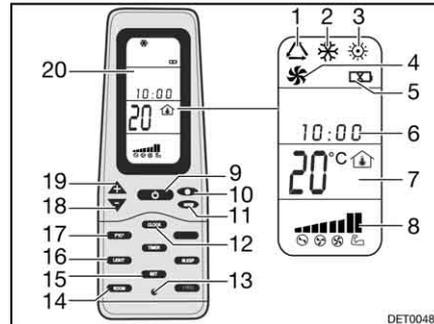

Bild 131 Fernbedienung
- Die Taste ON/OFF (Bild 131,9) drücken.
- Die Taste "Mode" (Bild 131,11) so oft drücken, bis die gewünschte Betriebsart (Bild 131,1, 2, 3 oder 4) auf dem Display (Bild 131,20) angezeigt wird.
- Mit den Tasten "+" (Bild 131,19) und "-" (Bild 131,18) die gewünschte Temperatur einstellen.
- Mit der Taste Lüftergeschwindigkeit (Bild 131,10) die gewünschte Lüfterstufe wählen.